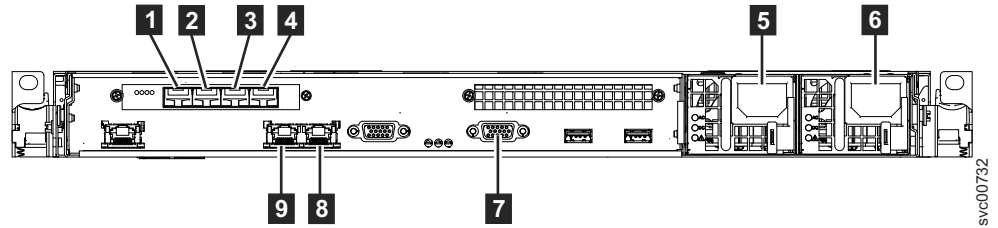

图 34. SAN Volume Controller 2145-CG8 后部的接口
1. 将以太网电缆连接到以太网端口 1（如第 35 页的图 34 中的 **9** 所示）和以太网端口 2（如 **8** 所示）。